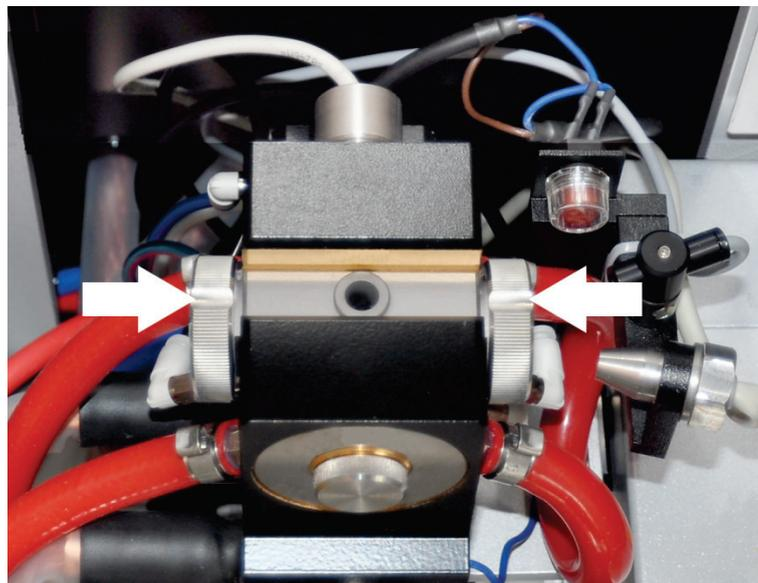

Fig. 53 Marcas en las ventanas del horno
Las misma marcas tienen que apuntar hacia arriba (→ Fig. 53).
**Nota:** Las marcas iguales en las ventanas del horno tienen que señalar hacia arriba (véase Fig. 53 pág.99).